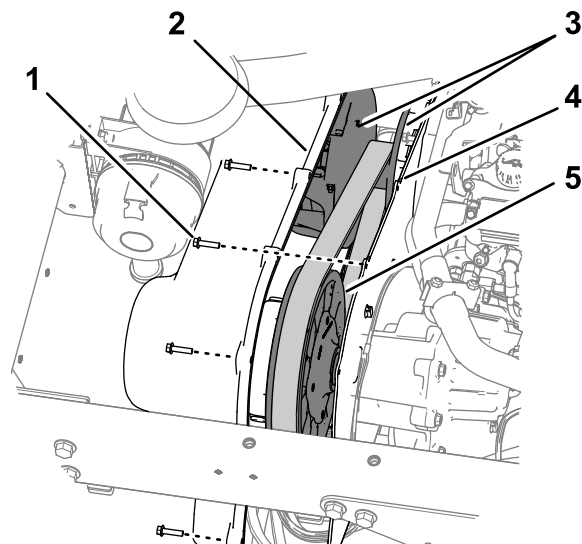

Bild 74
- Entfernen Sie die neun Kopfschrauben (1/4" x 1"), mit denen die Getriebeabdeckung an der Befestigungsplatte des Getriebes befestigt ist (Bild 74).
- Fluchten Sie die Löcher in der Getriebeabdeckung mit den Löchern in der Befestigungsplatte aus (Bild 74).
- Befestigen Sie die Abdeckung mit den neun in Schritt 1 entfernten Kopfschrauben (1/4" x 1") an der Befestigungsplatte (Bild 74) und ziehen Sie die Schrauben bis auf 10,2–12,4 N m an.